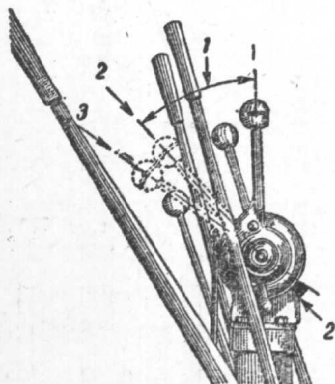

图4 加速杆的位置
6. 將加速杆置于最前面的位置，越过止動骨（此時供油停止）（图4）。